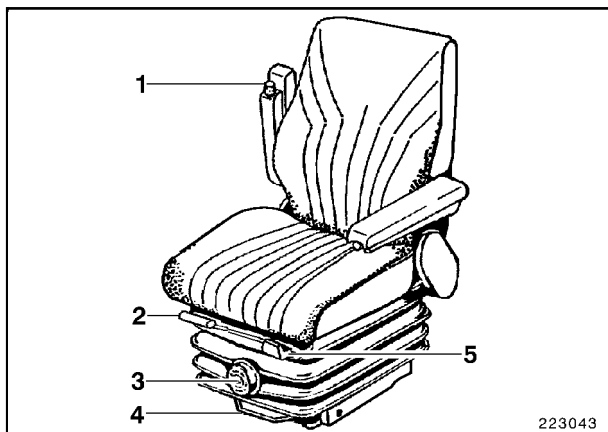

Fig. 7
- Ajustar el peso del maquinista mediante el volante (5, Fig. 7). La suspensión se adaptará de manera correspondiente.